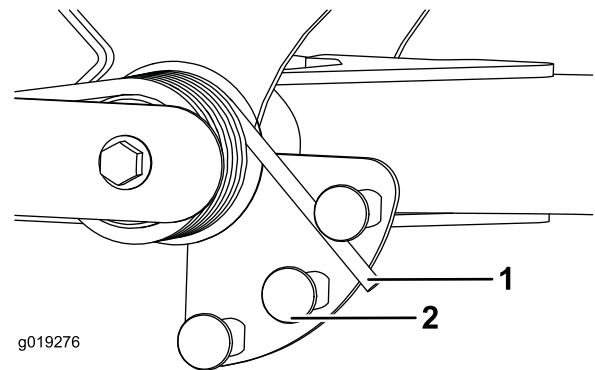

Figura 66
2. Insira um tubo ou objeto semelhante na extremidade da mola comprida e incline-a em redor do atuador da mola para a posição desejada (Figura 66).